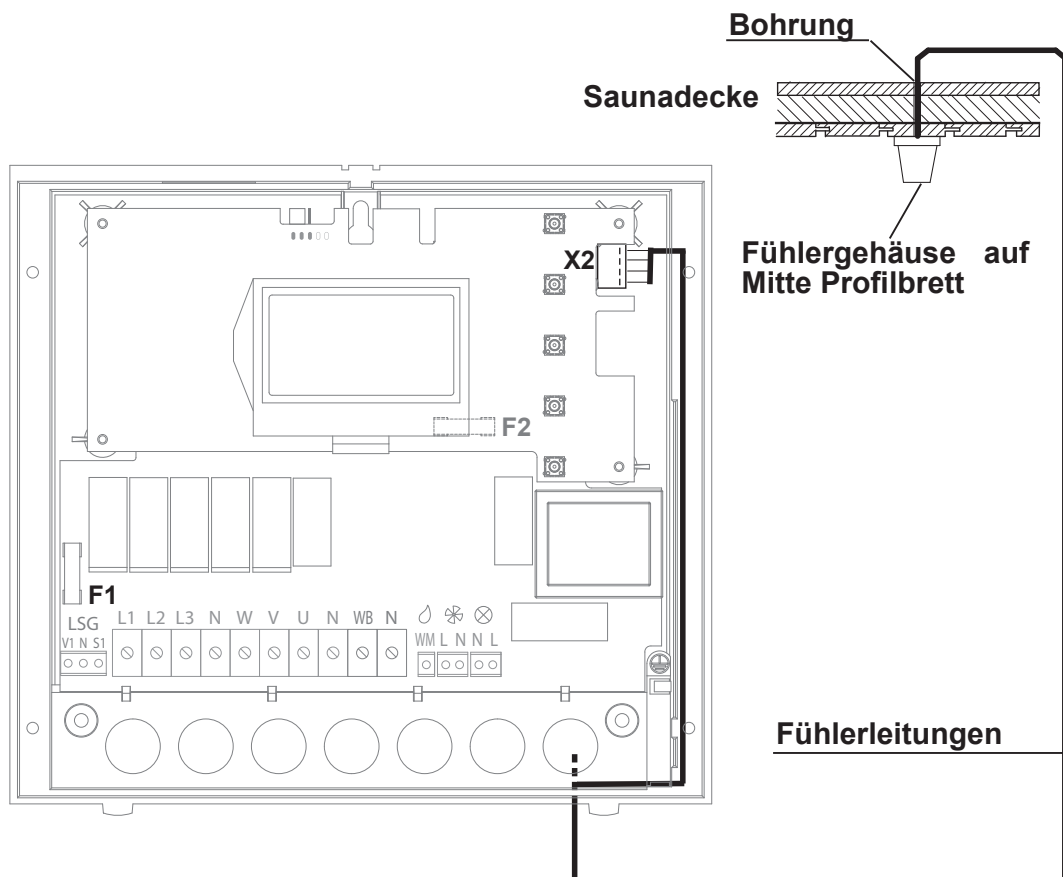
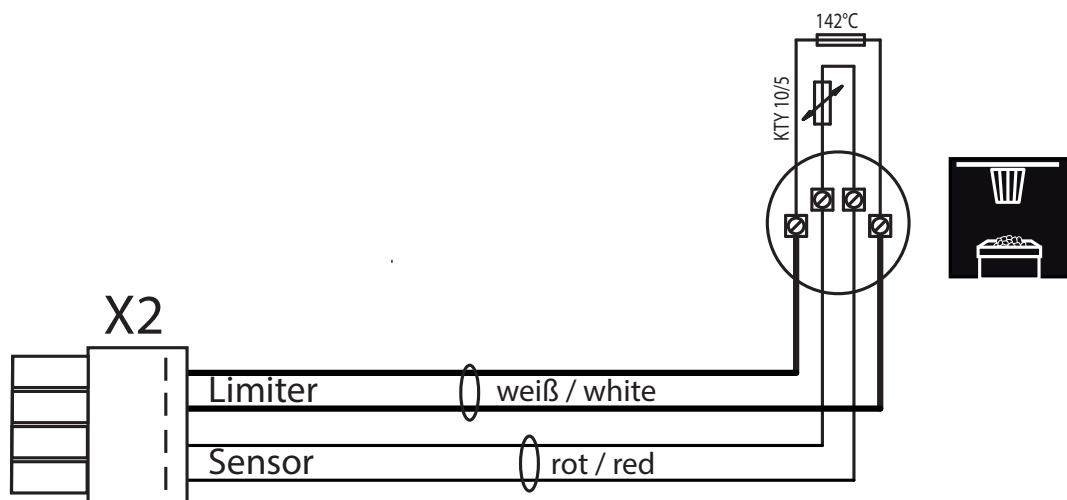

Abb. 11
Abb. 12
5. Führen Sie die Fühlerleitungen zum Steuergerät und führen sie durch die rechte Kabeleinführung in das Gerät. Verlegen Sie die Fühlerleitungen innerhalb des Steuergerätes wie in Abb. 11 gezeigt. Schließen sie die Fühlerleitungen gemäß Abb. 12 an. Hierzu wird der Stecker X2 von der Platine abgezogen und nach dem Anschließen wieder eingesteckt.